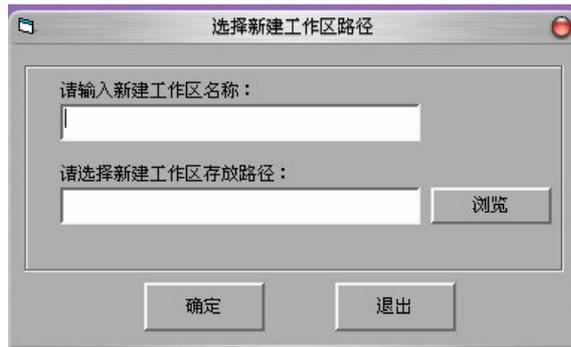

图 4-1 新建工作区
1、点击【文件】→【新建工作区】，选择工作区的位置和输入工作区的名称，点击【确定】，如图 4-1。